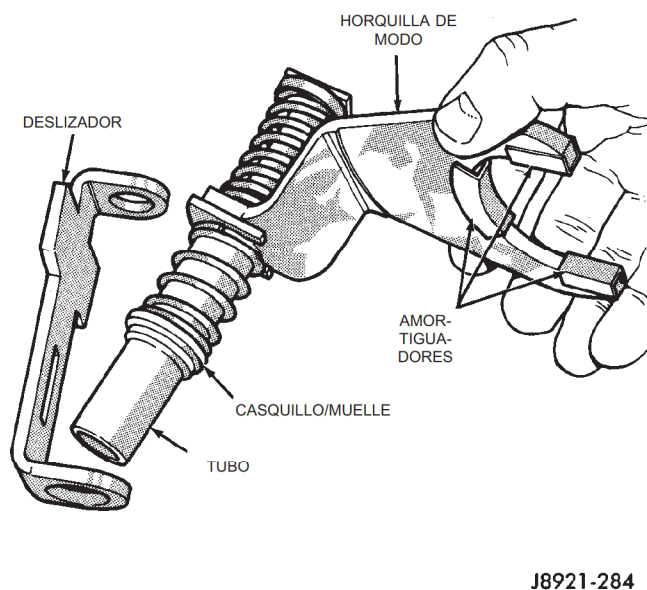

Fig. 77 Inspección del conjunto de horquilla de modo
(14) Inspeccione el conjunto de horquilla de modo (Fig. 77). Reemplace los amortiguadores y el casquillo
si fuese necesario. Reemplace el tubo de la horquilla si los casquillos interiores del tubo están desgastados o dañados. Verifique también los muelles y el soporte del deslizador (Fig. 77). Reemplace los componentes desgastados y dañados.